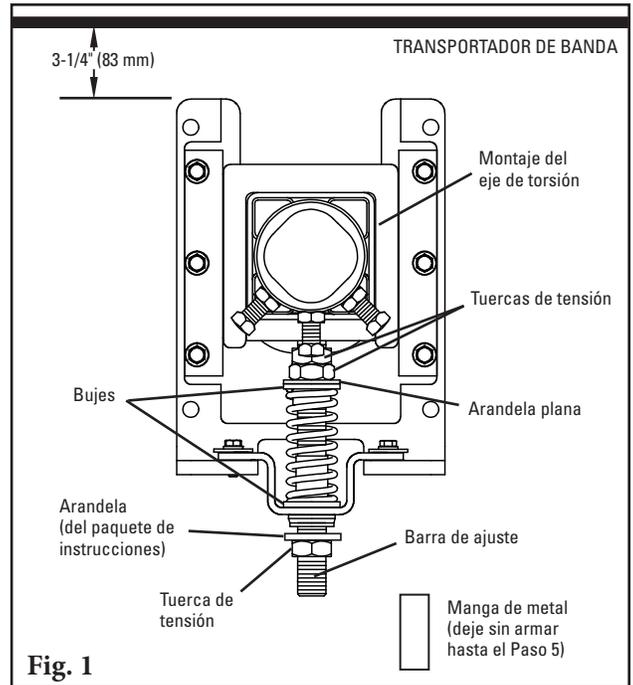

Fig. 1
- 1. Configure de nuevo el tensor estándar al estilo de empuje.** Retire las 3 tuercas de tensión, la arandela plana, los 2 bujes, el resorte, la manga y el soporte de sombrero; arme de nuevo (Fig. 1) con 2 tuercas de tensión, la arandela plana, 2 bujes, el resorte y el soporte de sombrero en el extremo superior de la barra de ajuste. Agregue la arandela (del paquete de instrucciones) y la 3ra tuerca de tensión en la parte inferior de la barra de ajuste.
- 2. Instale las bases de montaje del tensor.** Coloque las bases en la estructura o el chute para que las partes superiores de las patas de la base estén 3-1/4" (83mm) debajo de la banda (Fig. 1).